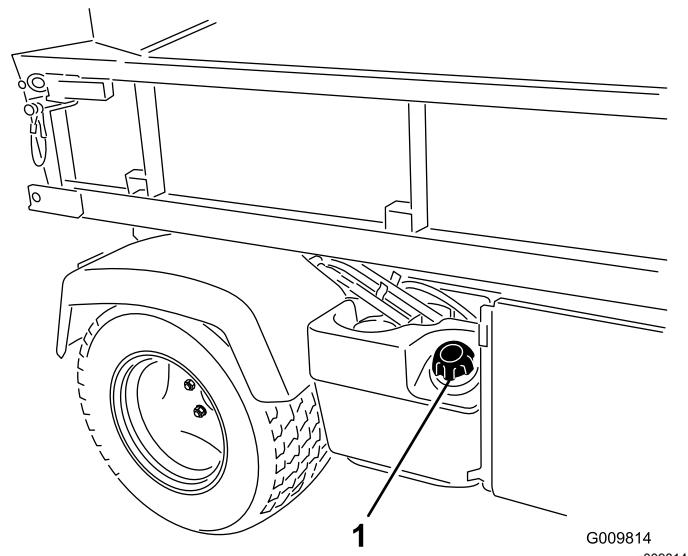

Figure 14
- Enlevez le bouchon du réservoir de carburant (Figure 14).